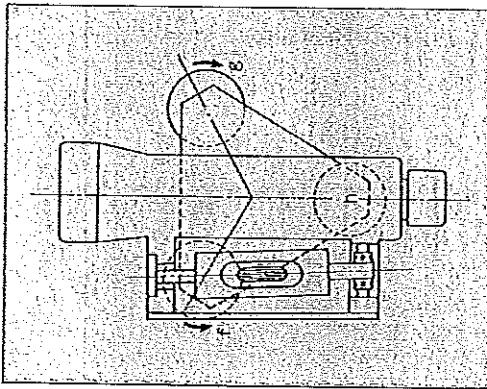

図 6
- ① 整準ねじ f 及び g を図 6 の位置にあります。
- ② この状態からねじ f を 1 回転すれば、総軸が左方に傾いて視軸は目標から外れ、標尺の読みはより低い（高い）所を示します。
- ③ 次に、ねじ f と反対の方向に約 1 回転し、標尺の読みが最初の読みとほぼ同じになるようにします。